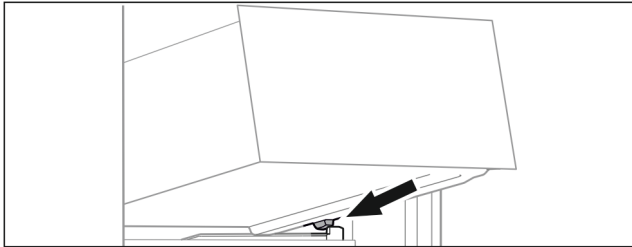

Fig. 71
- ▶ Schubfach schräg hinter den Stopperrahmen auf Behälterrippe aufsetzen. (siehe Fig. 71)